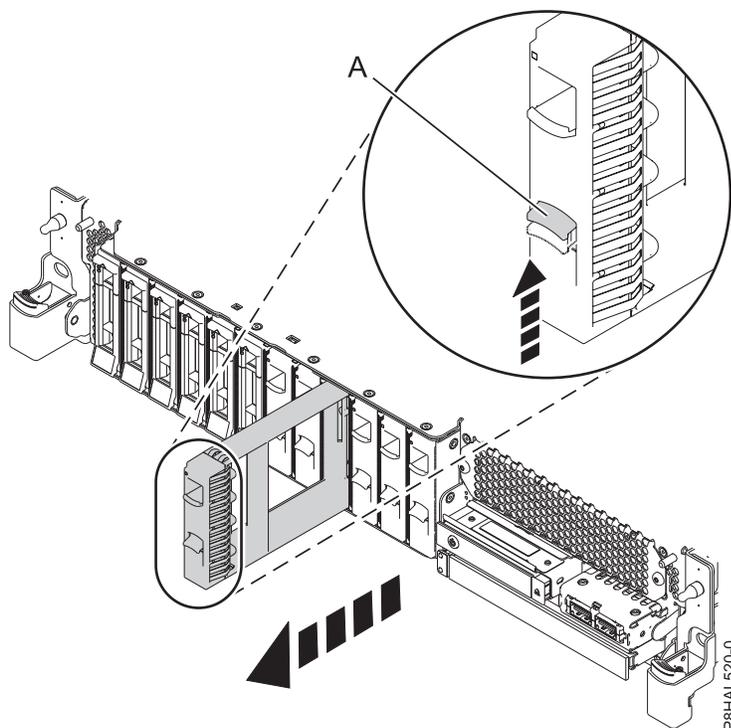

Figure 12. Retrait d'un obturateur d'unité de disque d'un système à fonction de base
- a. Appuyez sur le verrou (**A**) situé sur la poignée de l'obturateur dans la direction indiquée à la figure 12, à la page 17.